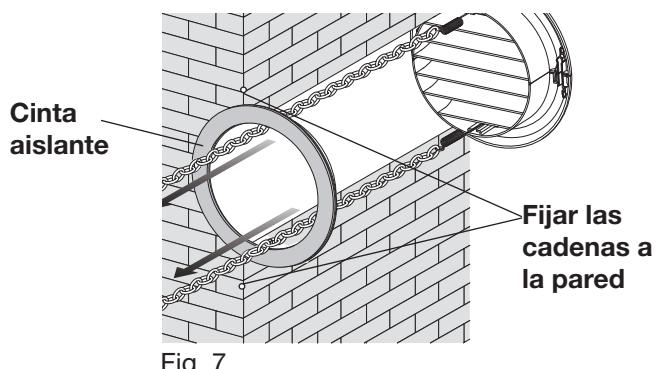

Fig. 7
- Aplicar la cinta aislante adhesiva (Fig. 7) sobre las pestañas del tubo a la pared. (Fig. 5)